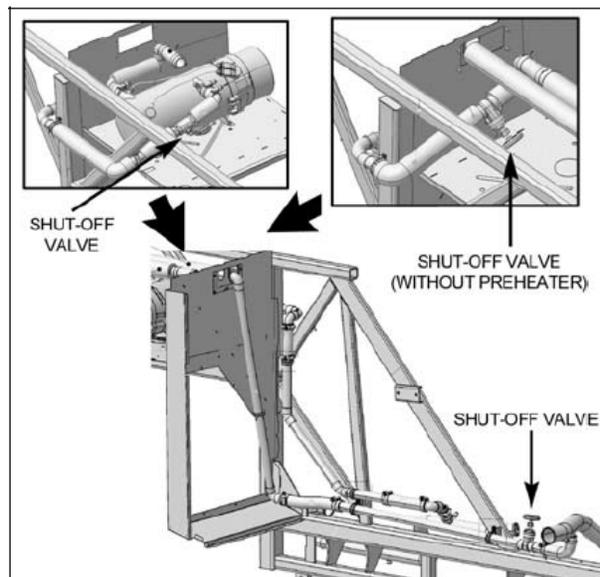

FIGURE 2 : ROBINETS D'ARRÊT (SHUT-OFF VALVES) - SÉRIE H3
**Séries H3**, un robinet est situé dans le compartiment moteur, près de la pompe à eau. L'autre robinet se trouve derrière l'aile arrière, au-dessus du puis de roue gauche, près du préchauffeur (FIGURE 2).